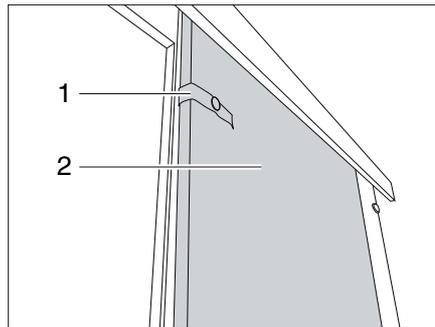

Bild 75 Schiebetür
- Das mit Sicherheitsband (Bild 75,1) lösen.
- Schiebetür (Bild 75,2) in Schließstellung ziehen.
- Schiebetür (Bild 75,2) in die Öffnungsposition führen.
- Schiebetür mit dem Sicherheitsband (Bild 75,1) befestigen.